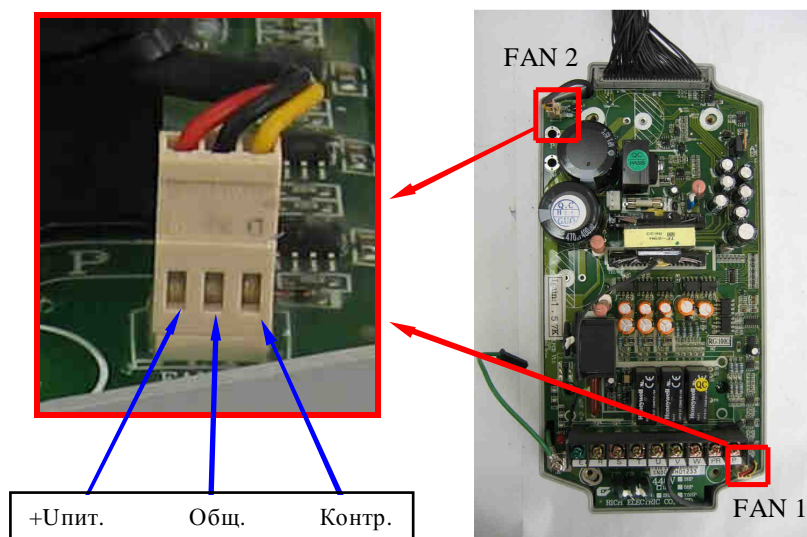

Рис. 4.12. Диагностика вентиляторов.
4.7.3. Измерить напряжение на разъеме FAN 1 между выводами Общ. и Контр. (см. рис. 4.12). У исправного вентилятора напряжение должно составлять менее 1 В. Если напряжение составляет 13...18 В - вентилятор считается неисправным и подлежит замене. Повторить измерение напряжения на разъеме FAN 2.
4.7.4. Если при подаче команды «Пуск» двигателя вентиляторы не вращаются, необходимо отсоединить разъемы вентиляторов от платы драйверов и проверить их вращение, подав напряжение =24 В от источника питания (п.3.4.2) между контактами +Упит и Общ. (рис.4.12). При отсутствии вращении – вентиляторы заменить.